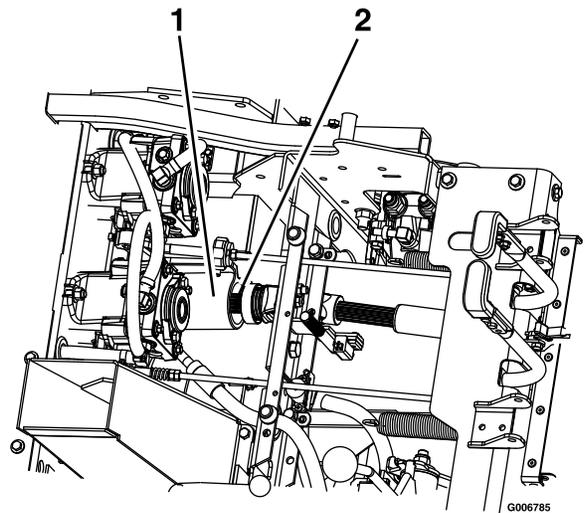

**Figure 79**
8. Desserrez les boulons fixés au déflecteur en caoutchouc (Figure 79).
8. Alignez la partie supérieure de la protection en caoutchouc et fixez-la avec les boulons présents (Figure 79).